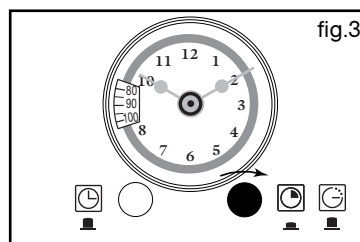

fig.3
##### • Tournebroche fig.3
- Tournez le bouton de droite pour afficher le symbole  (fig.3).
Tournez le bouton de droite dans le sens horaire jusqu'à la durée choisie (fig.3).